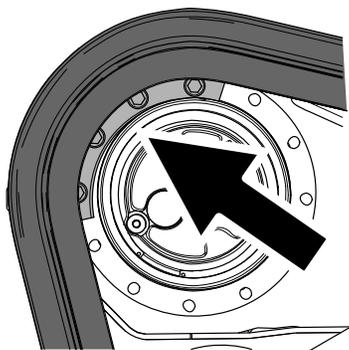

Рисунок 76
5. Перемещайте рычаг управления тягой вперед до тех пор, пока сегмент ведущего колеса не войдет в зацепление с гусеницей (Рисунок 76).
10. Нанесите резьбовой герметик на болты другого снятого сегмента ведущего колеса и установите этот сегмент (Рисунок 76). Затяните болты с моментом от 247 до 301 Н·м.